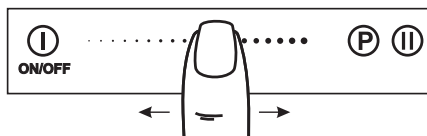

Рис.15
1. Работавшую конфорку касанием зоны ② перевести в режим управления.
2. Коснитесь поверхности ④ - «скользящая кнопка» в районе требуемого режима нагрева конфорки и, при необходимости, перемещая палец, измените режим нагрева (рис. 15).